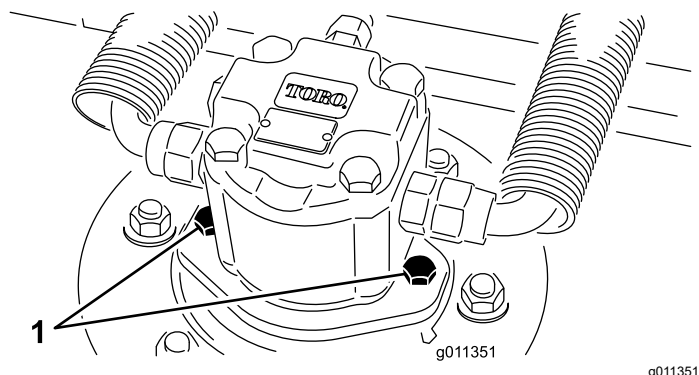

図 79
2. カッティングユニットから油圧モータを外す 図 79。異物につかないように、スピンドル上部にはカバーを掛けておく。
3. カッティングユニットに油圧モータを取り付ける 図 79。Oリングを忘れずに、また、損傷させないように注意して取り付ける。